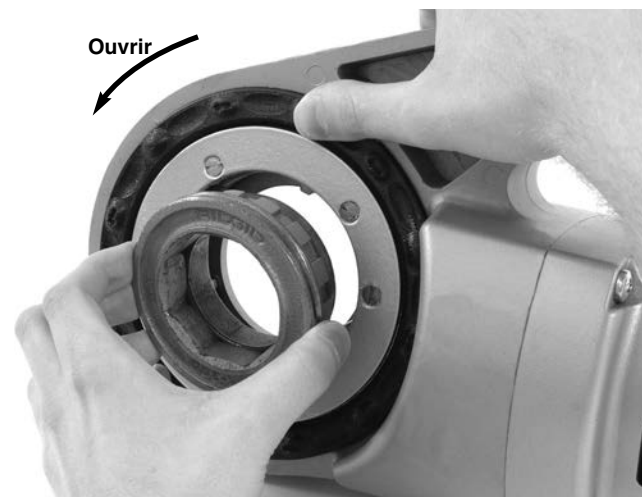

Figure 8 – Installation de l'adaptateur sur la 690-I
- b. Au besoin, installez l'adaptateur du 690-I (Figure 8).